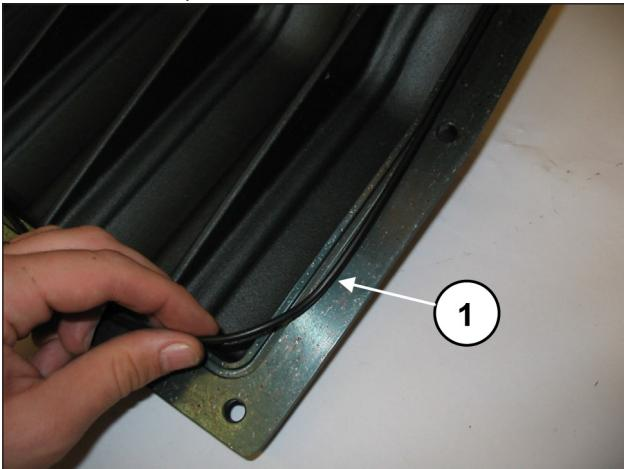
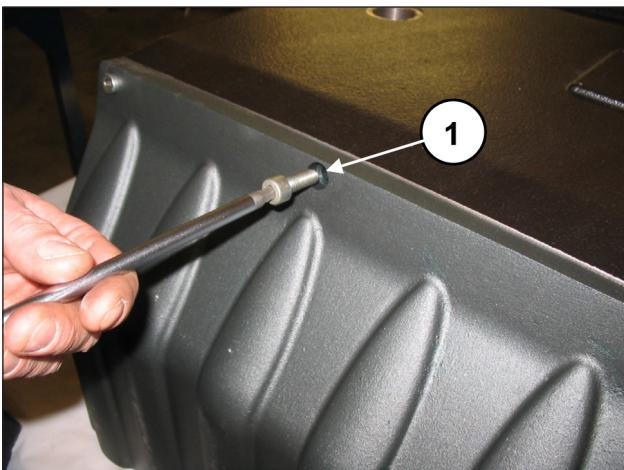

Fig. 91
Fig. 92
Placer le joint torique dans le couvercle arrière (rep. ①, Fig. 91) et monter le couvercle sur le carter à l'aide de 10 vis M8x20 (rep. ①, Fig. 92).